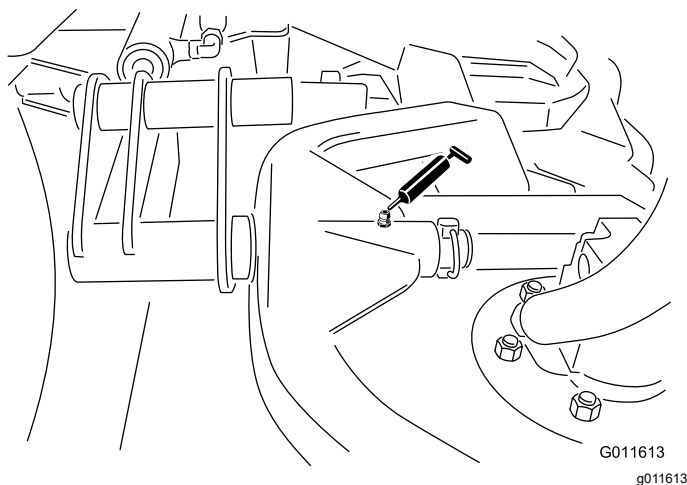

Figura 43
- Estrutura de suporte da articulação da unidade de corte (1 de cada) – Figura 43